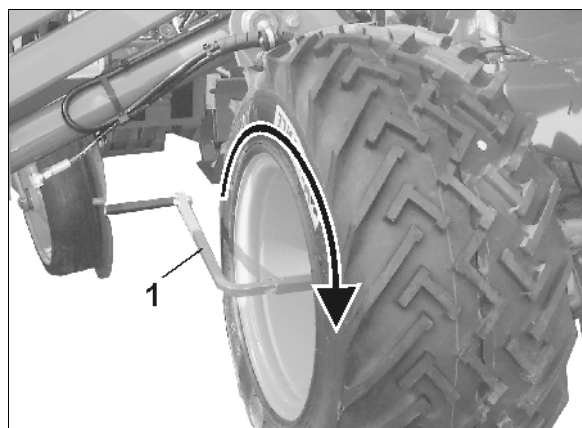

Fig. 52
6. Die Abdrehkurbel in die Welle (Fig. 52/1) am rechten Antriebsrad einstecken.